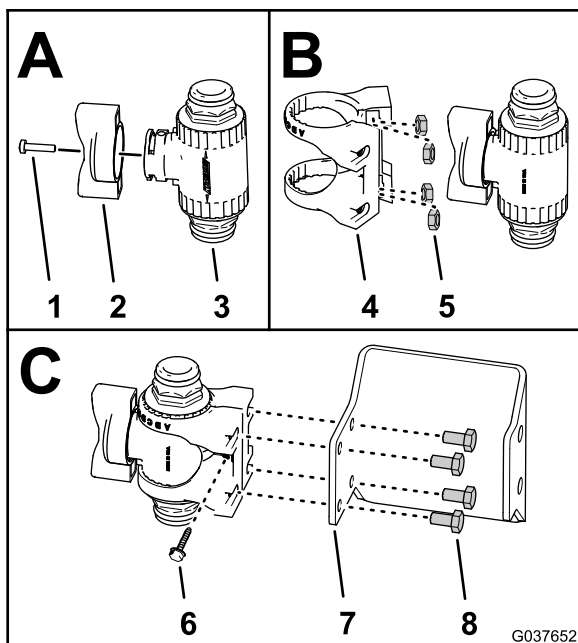

Рисунок 52
1. Установите рукоятку на дроссельный клапан перемешивания (Рисунок 52) с помощью винта (6-32 x 5/8 дюйма).
2. Вставьте (если они не установлены) 4 гайки из нержавеющей стали в пазы в нейлоновом креплении дроссельного клапана перемешивания (Рисунок 52).
3. Вставьте дроссельный клапан перемешивания в крепление дроссельного клапана, как показано на Рисунок 52.
4. Зафиксируйте крепление дроссельного клапана на дроссельном клапане перемешивания с помощью винта (6-32 x 5/8 дюйма), как показано на Рисунок 52.
5. Установите дроссельный клапан и прикрепите к кронштейну клапана перемешивания (Рисунок 52) с помощью 4 болтов (6 x 12 мм).